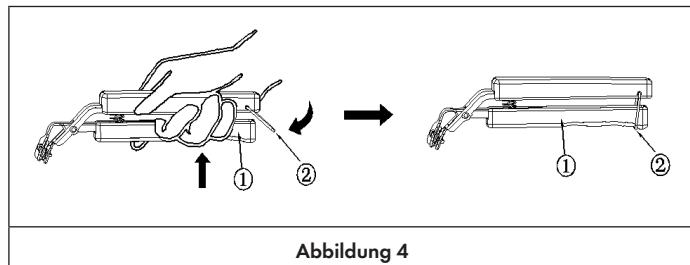

Abbildung 4
5. Heben Sie das Griffunterteil an (1), schieben Sie den Verschluss im Uhrzeigersinn nach unten (2). Achten Sie darauf, dass der Griff zur Aufbewahrung richtig verschlossen ist (Abb. 4).